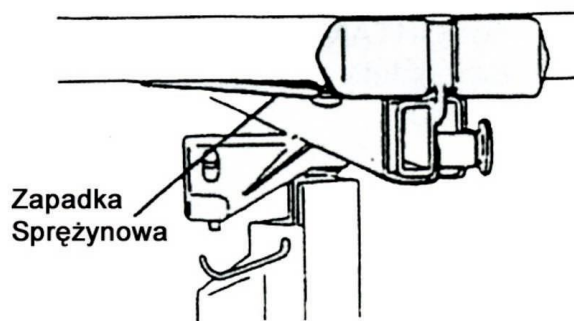

Rysunek 6
6. Przymocowanie wspornika głównego do ramy (Rysunek 6):